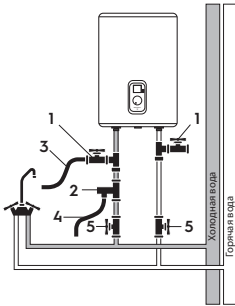

Рис. 4
Подключение обратного предохранительного клапана (рис.4, поз. 2): клапан следует устанавливать в месте входа холодной воды (удостоверьтесь, что гибкая сливная трубка (рис.4, поз. 4) установлена, на отверстие спуска давления и слива воды и направлена вниз в специальный дренаж для удаления воды).
При подключении к системе водоснабжения необходимо предусмотреть и реализовать установку индивидуальных запорных вентилей (рис. 4, поз. 5) на линии подачи холодной воды в водонагреватель и на линии выхода горячей. Индивидуальные запорные вентили по линии горячей и холодной воды, должны быть в закрытом состоянии в период неиспользования водонагревателя, проведе-
Для упрощения процесса слива воды из водонагревателя рекомендуется на входе и выходе воды из водонагревателя установить тройники (рис. 4, поз.1).
Установка водонагревателей серии Megapolis Wi-Fi существенно облегчается возможностью установить их как вертикально, так и горизонтально, в любом месте вашего дома, в отапливаемом (!) помещении как показано на рис. 4а.
При горизонтальной установке водонагревателя трубы подводки должны быть расположены справа. Если необходимо реализовать систему водоснабжения на несколько водоразборных точек, используйте способ соединения (см. рис. 4—4а).
Рис. 4а
- Присоедините дренажный шланг (позиция 3 на рис. 4) к запорному крану на тройнике на входе холодной воды в водонагреватель и направьте его в канализацию, либо в место слива воды. Откройте запорный кран и дождитесь полного слива воды.